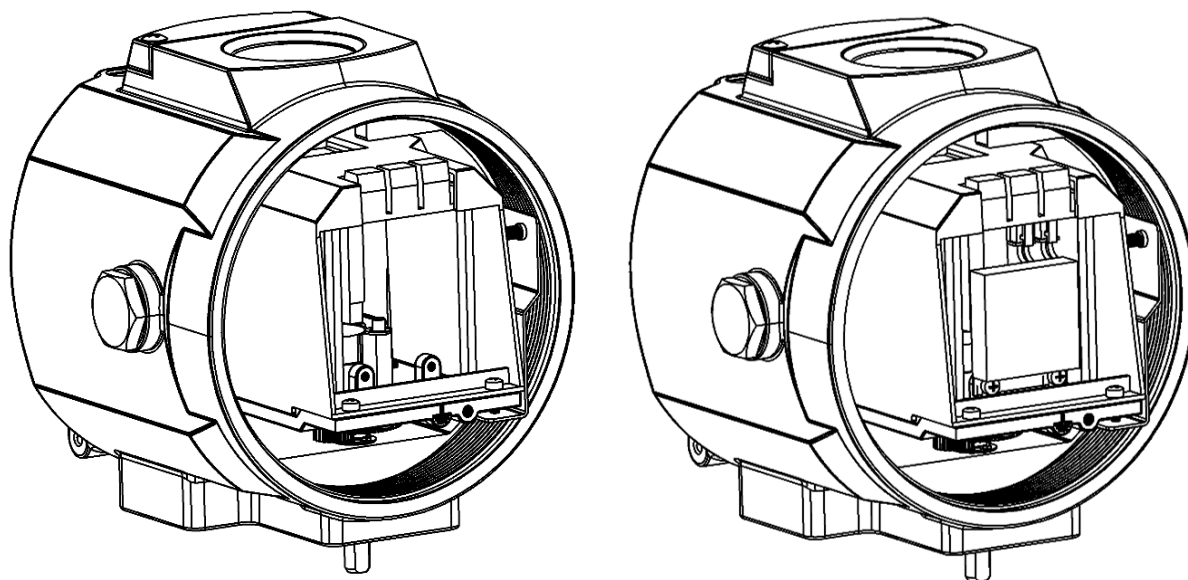

图27. 反馈模块安装
- 将反馈模块按图 27 所示位置安装，模块电气接口和电路板上接口按照对应颜色连接，用